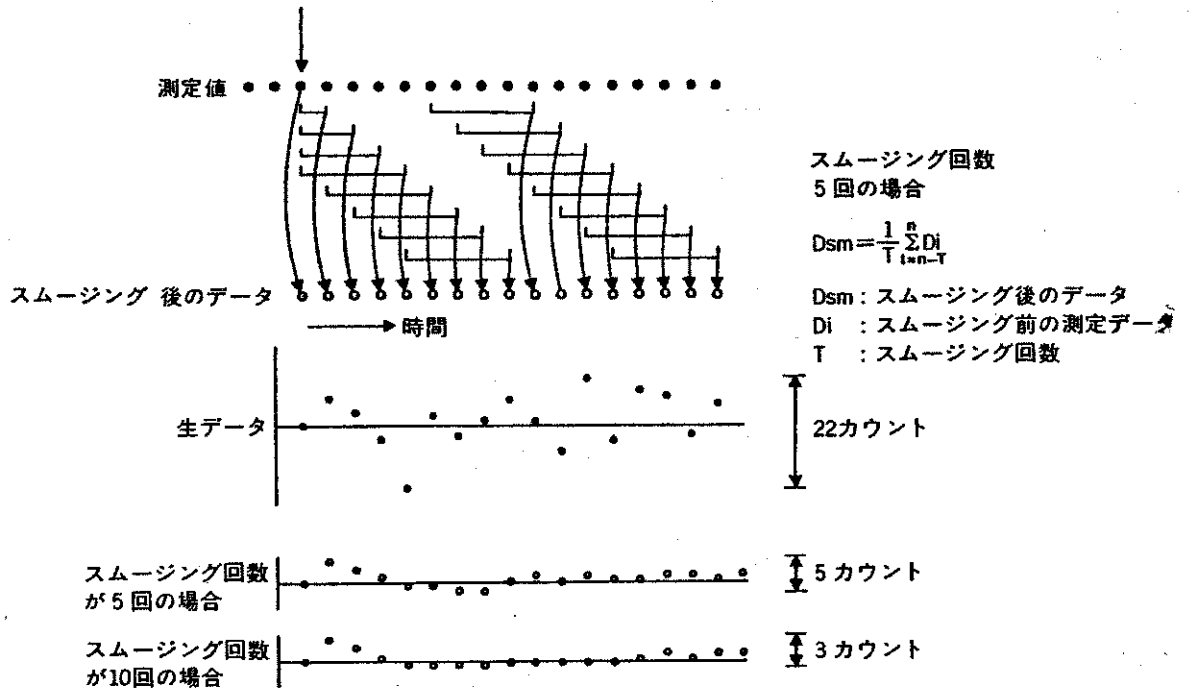

図3-9 スムージング機能の動作
- (1) スムージング機能とは、測定信号にノイズが重畳しているような場合に、測定値から、指定されている回数の移動平均値を演算によって求める、デジタル的なフィルタ機能のことです。[図3-9]参照。